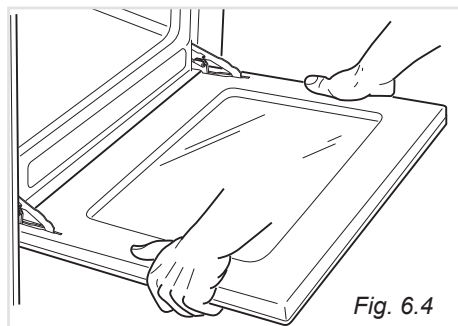

Fig. 6.4
- Impugnare la porta come illustrato in fig. 6.4.